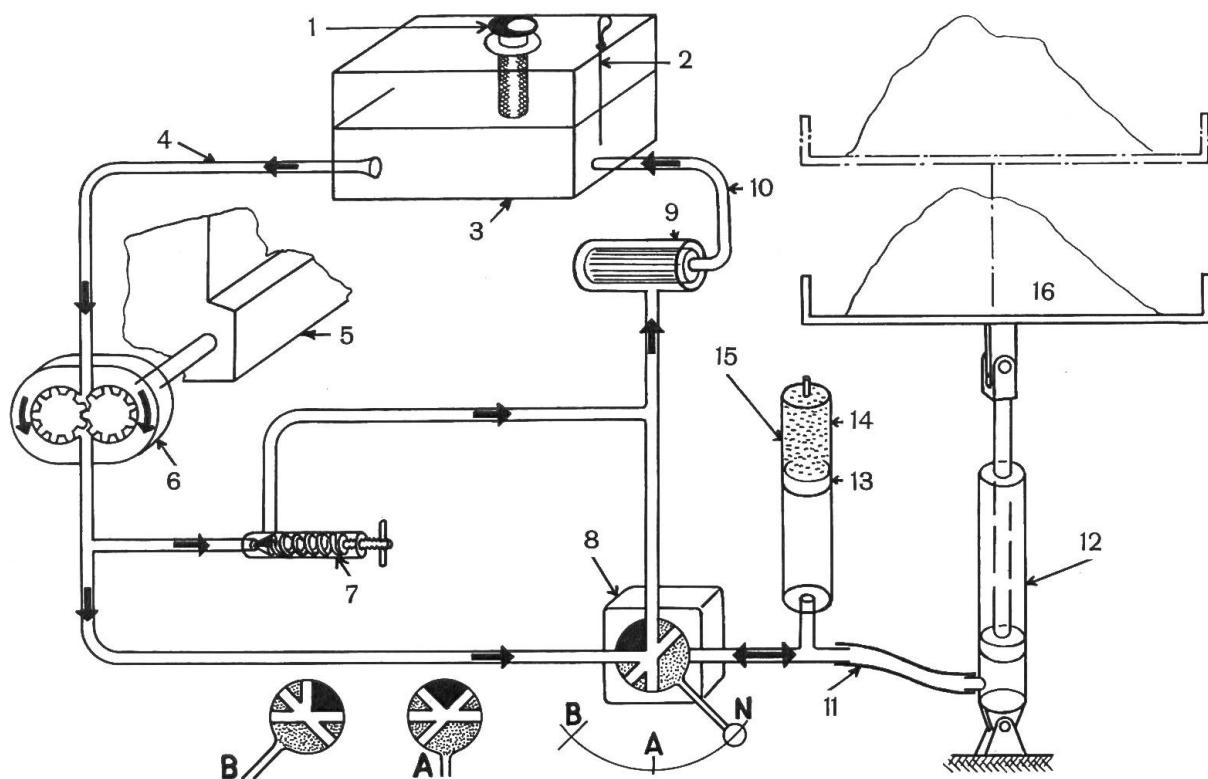

Fig. 2: Représentation schématique de la structure et du fonctionnement d'une centrale d'énergie hydraulique.
Le schéma qui constitue la figure 2 permet de bien se rendre compte du fonctionnement de la centrale d'énergie hydraulique du tracteur et d'autres matériels agricoles. On voit que l'huile s'écoule du réservoir (3) à la pompe à engrenage (6) par la canalisation d'aspiration (4) et qu'elle se dirige de là vers le distributeur (8). Lorsque la manette de commande du distributeur se trouve sur la position «arrêt» (N), comme c'est le cas ici, l'huile retourne directement au réservoir. A ce moment-là, elle n'est soumise qu'à une faible pression, qui s'avère juste suffisante pour vaincre la résistance opposée par les parois des canalisations. Quand la manette de commande se trouve sur la position «relevage» (A), l'huile s'écoule en direction du vérin (12) en passant par un tuyau souple (11). Soumise à une pression correspondant à l'effort à fournir, elle provoque alors le soulèvement de la charge (16) en agissant sur le piston du vérin. Au cas où la charge est trop pesante, la pression devient excessive et a pour effet de déterminer l'ouverture de la soupape de décharge (7). L'huile retourne alors au réservoir. Si la forte pression qu'elle subit s'exerce pendant un certain temps de façon continue, sa température peut s'élever rapidement. Rappelons à ce propos que le réglage de la soupape de décharge est effectué par le fabricant. Pour pouvoir abaisser la charge, la manette de commande du distributeur doit être placée sur la position «descente» (B). L'huile se trouvant dans le cylindre du vérin, de même que l'huile débitée par la pompe, se dirige alors vers le réservoir en passant par la canalisation de retour (10). Il est à remarquer que le vérin hydraulique peut être remplacé par un moteur hydraulique. Un tel équipement possède une structure analogue à celle d'une pompe hydraulique. Mais son fonctionnement a lieu de façon inverse. C'est-à-dire que l'huile sous pression venant de la pompe sert à l'entraîner.
A l'heure actuelle, on utilise de plus en plus l'accumulateur de force hydraulique également avec les tracteurs et autres matériels agricoles (voir la figure 2). Cet organe permet d'éviter les coups de bâlier dans les canalisations (chocs qui interviennent contre leurs parois lorsqu'après avoir provoqué l'écoulement de l'huile, on l'empêche brusquement de fluer). Pour que de tels chocs ne se produisent pas, car ils sont nuisibles aux canalisations, aux soupapes et à d'autres parties du circuit hydraulique, on prévoit précisément l'interposition de l'organe en question. A ce propos, la figure 3 montre deux courbes différentes, obtenues par voie électronique. Dans le